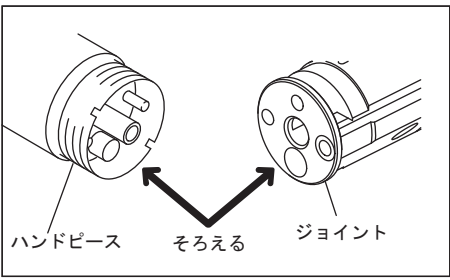

図14
3) ハンドピースへ、ジョイントを取り付けます。このとき、ハンドピースのパイプ類とジョイントの穴をあわせ、しっかりと差し込んでください。（図14）